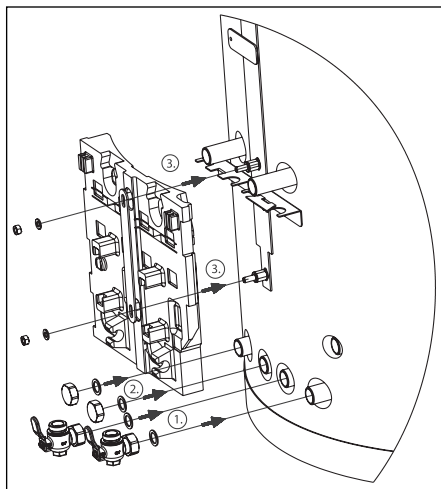

Fig. 9 Montage des robinets à tournant sphérique et de l'isolation du groupe du circuit de chauffage
- Raccorder les robinets à tournant sphérique G 1 avec les joints sur le côté droit du ballon d'eau chaude (fig. 9 point 1).